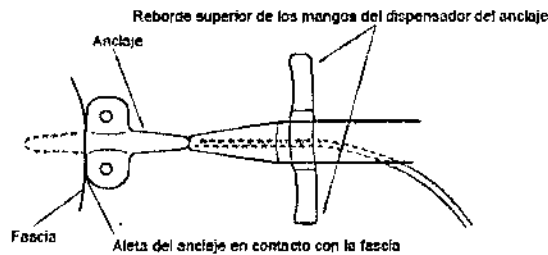

Figura 10. Aletas del anclaje en contacto con la fascia.
21. Presione el reborde superior de los mangos del dispensador del anclaje hasta que los bordes frontales de las aletas del anclaje entren en contacto con la fascia (Figura 10).